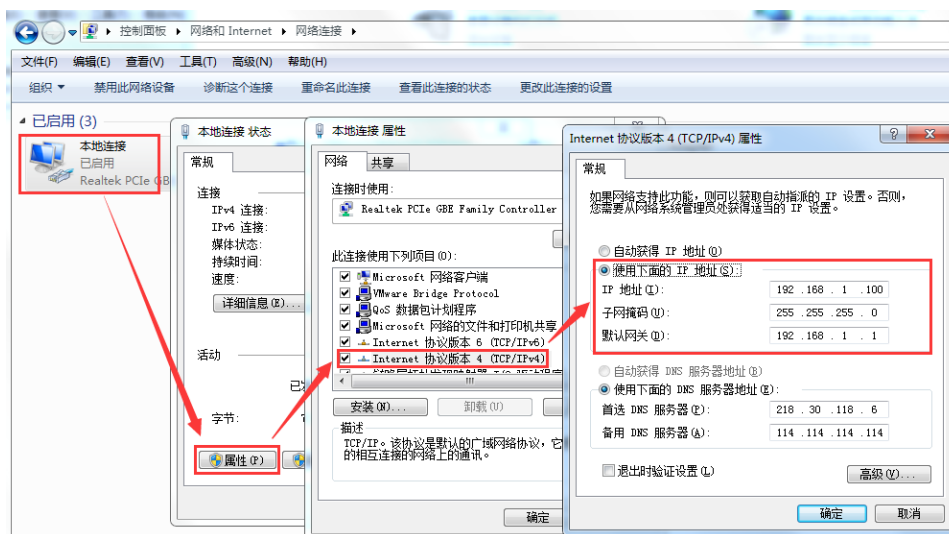

图 2.4 电脑 IP 设置方法
6. 确保电脑 IP 与网关设备 IP 在同一网段且不能冲突。检查方法如图 2.4 所示。